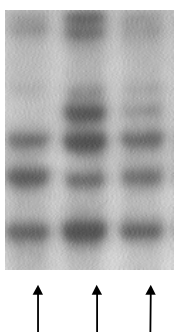

Figura 1
Numa imagem de bandas de *electroforese* pretende-se localizar as diferentes bandas e usar essa informação para medir as distâncias entre bandas consecutivas. As imagens captadas são do tipo que se mostra na figura 1.
a. O primeiro objetivo é o de determinar, de forma automática, a posição central das tiras de bandas de *electroforese*, tal como as setas da figura 1 assinalam. Indique um método que lhe pareça apropriado para atingir esse objetivo.